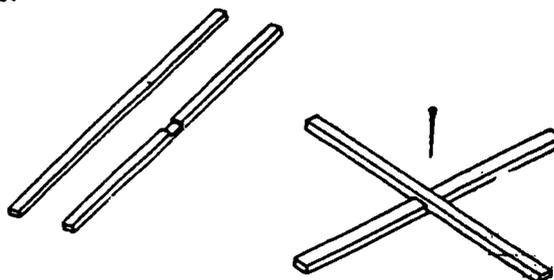

FIGURA 2
- Haga una pequeña caja en el centro de los brazos de madera para ensamblarlos en cruz como se indica en la Figura 2. Use cola para madera si el ensamblaje es débil.